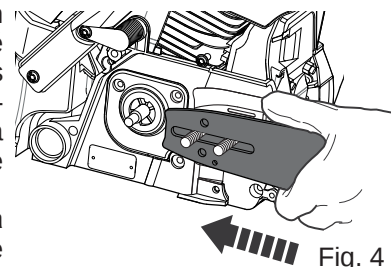

Fig. 4
- > Enfilez la fente du guide-chaîne [4] sur les boulons [19], puis poussez le guide-chaîne [4] vers le pignon d'entraînement [22] situé à gauche, derrière l'embrayage [21] (Fig. 4).